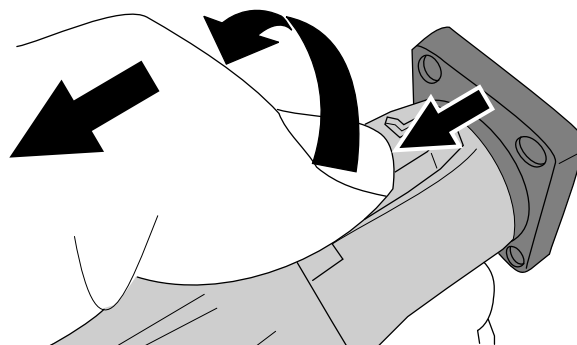

Figura 36
8. Glisai butonul înapoi pe fiă, rotii fia în sens invers acelor de ceasornic i scoatei fia din priză (Figura 36).